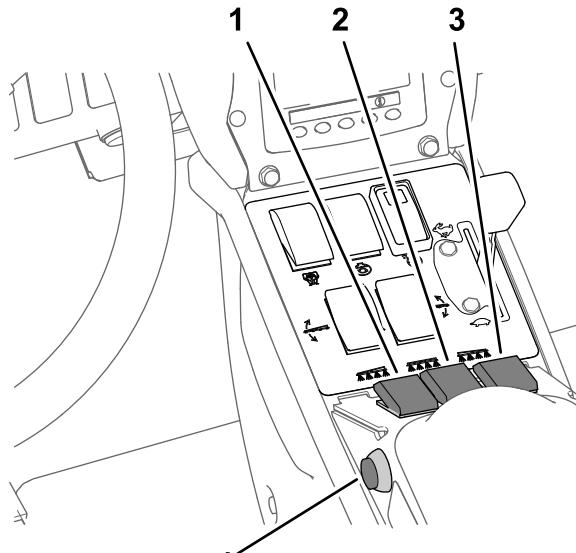

Figure 44
- Placez le(s) interrupteur(s) de section en position ACTIVÉE (Figure 44).
- Conduisez à la vitesse voulue, puis réglez la commande générale des sections en position MARCHE pour commencer la pulvérisation (Figure 44).
- Placez la commande générale des sections en position ARRÊT; voir Figure 44 sous Pulvérisation en mode débit d'application (page 39).
- Placez les interrupteurs des sections individuelles en position ACTIVÉE; voir Figure 44 sous Pulvérisation en mode débit d'application (page 39).
- Conduisez à la vitesse voulue puis réglez la commande générale en position MARCHE pour commencer la pulvérisation; voir Figure 44 sous Pulvérisation en mode débit d'application (page 39).